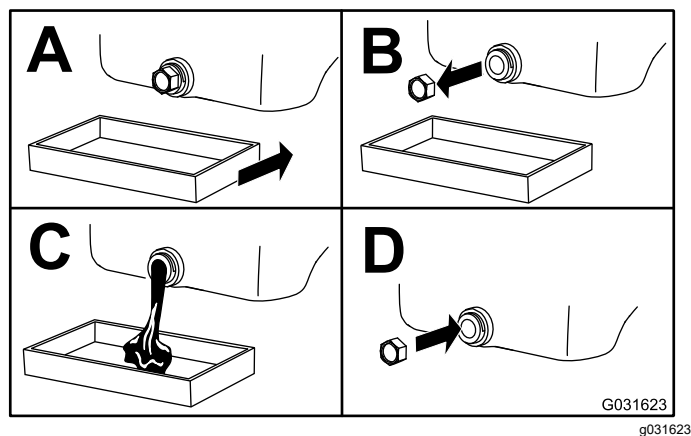

Figura 38
4. Cambie el aceite del motor como se muestra en la Figura 38.